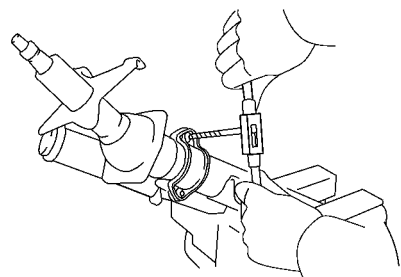

图 16-11 拆下锥形头螺栓
- 2) 使用螺栓旋出器拆下锥形头螺栓，如图 16-11 所示。然后再拆下两个螺栓，并将上托架和柱管分开。